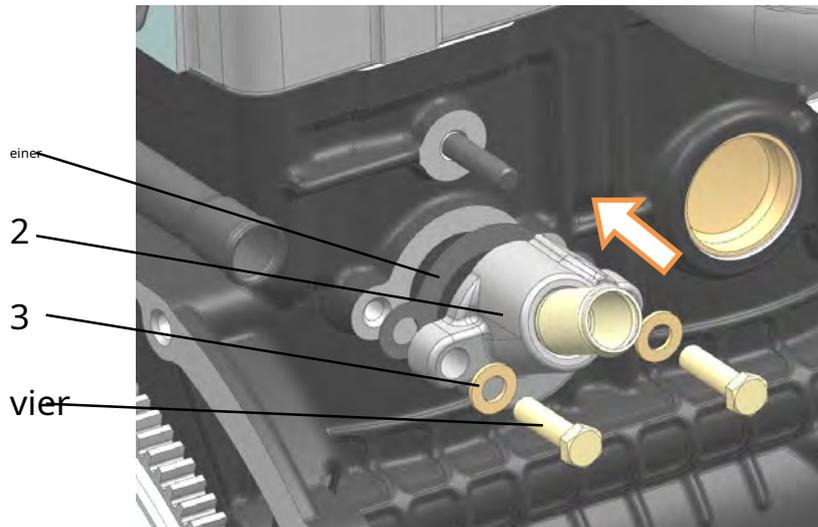

Abb. 189. Installation des Heizungsrohres:
**29.** Heizungsrohr 2 (Abb. 189) mit Dichtung 1 . einbauen und fixieren